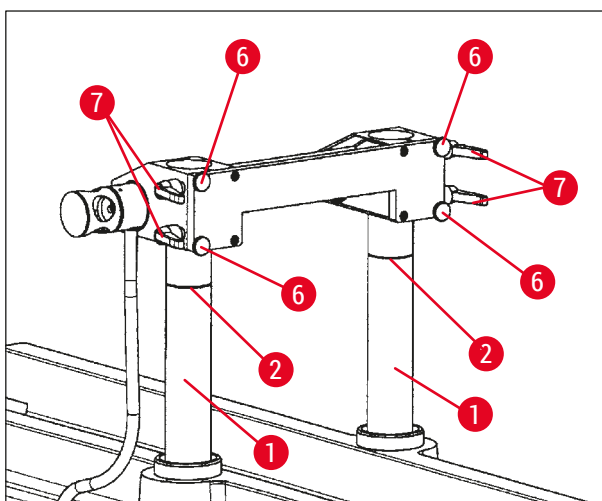

Fig. 85
- Posicione o porta-faca com a borda superior na ranhura (→ Fig. 83-2) nas colunas de apoio na posição de 100 mm ou até o final da posição de 200 mm, consulte (→ Fig. 85).
- Posicione o porta-faca com a borda superior no alto das colunas para a posição de 200 mm (→ Fig. 85).
- Isso requer a colocação das colunas de apoio de volta na posição mais alta (→ Fig. 85) e o ajuste do porta-faca na posição 100 mm conforme descrito no capítulo (→ P. 81 – 7.10.3 Ajuste da altura do porta-faca).